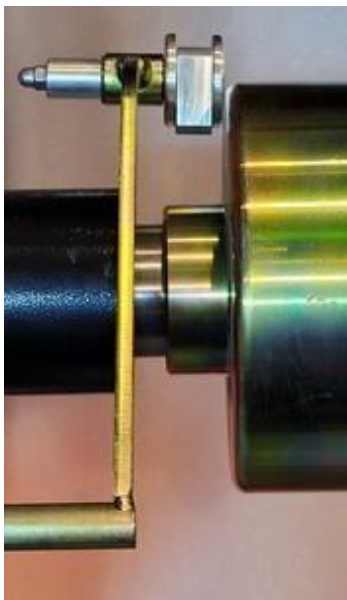

Рис. 22.1.
22.1.1. Калибровка тракта измерения дистанции. Для оценки погрешности устройства ввода дистанции выдвиньте штангу ввода параметров и уприте наконечник рукоятки в задний торец фланца вала (рис. 22.1). При этом на экране ввода геометрических параметров (рис.11.3) появится величина дистанции. Если величина дистанции не равна  $125 \pm 5$  мм, то устройство ввода дистанции требует калибровки.